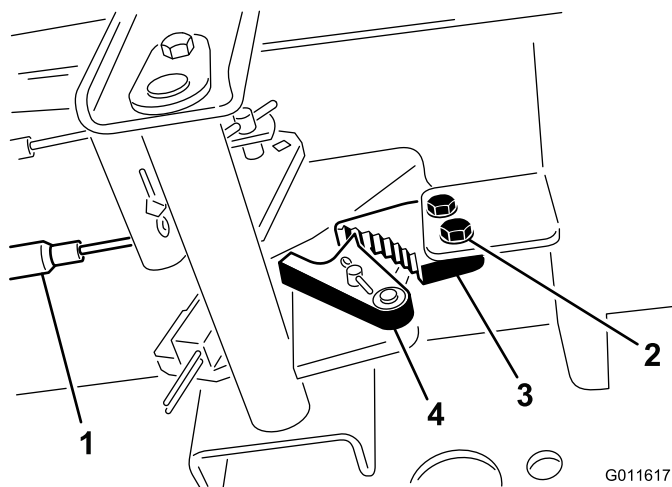

Figure 45
1. Desserrez les 2 vis qui fixent le cliquet du frein de stationnement au cadre (Figure 45).
2. Appuyez sur l'avant de la pédale du frein de stationnement jusqu'à ce que le verrou s'engage complètement sur le cliquet du frein (Figure 45).